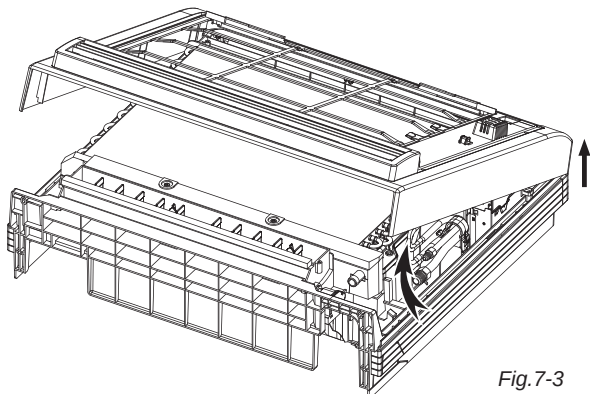

Fig. 7-3
- Abrir la carcasa frontal desde de la parte inferior en un ángulo de 30°, después extraer la parte superior (ver Fig.7-3)